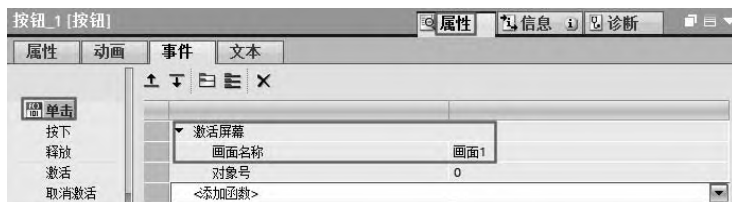

图 9-75 画面切换按钮组态
③ 选中“报警画面”按钮，再选中“属性”→“事件”→“单击”，系统函数为“激活屏幕”，画面名称为“画面1”，如图9-75所示，也就是按下此按钮，画面从根画面切换到画面1。其余的切换按钮组态方法相同，因此不再赘述。